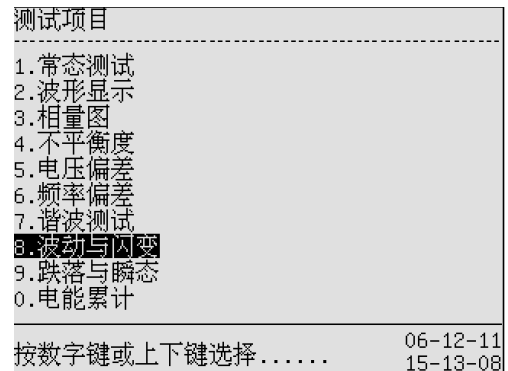

图 12-1 测试项目主菜单
1. 在任何状态下按“主菜单”按键, 仪表进入测试项目主菜单界面 (见图 12-1)。